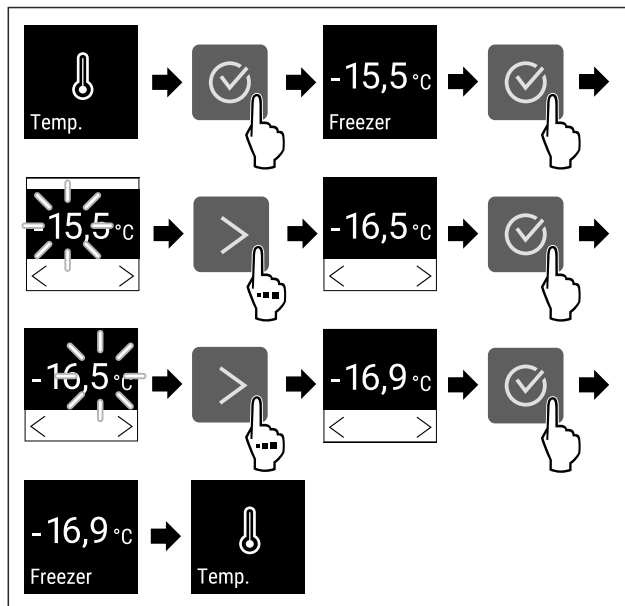

Fig. 66 Changement de température de -15,5°C à -16,9°C
- ▶ Suivre les étapes (voir Fig. 66).